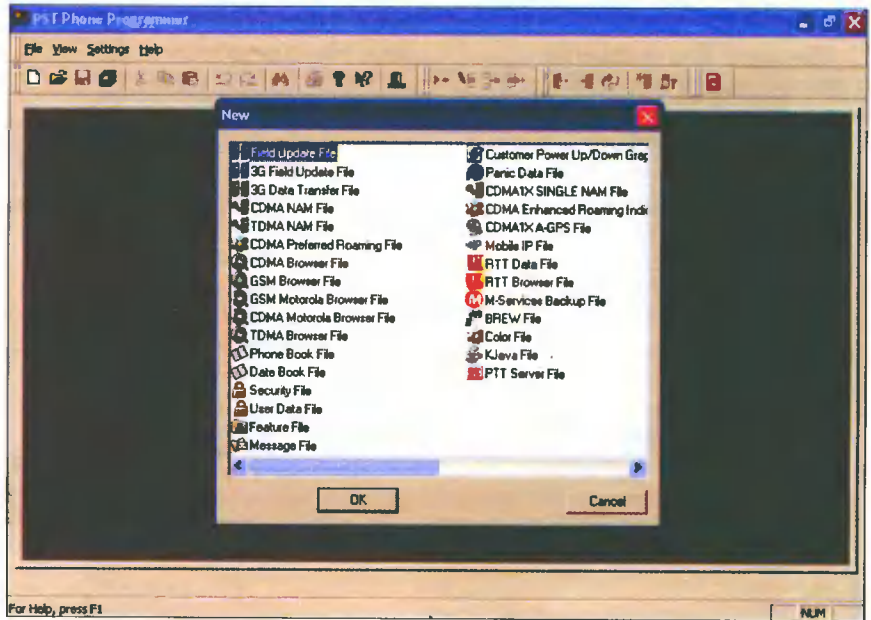

Рис. 4. Основное диалоговое окно программы PST
Программа PST Phone Programmer позволяет производить обновление программного обеспечения, языкового пакета и контента телефона, а также сохранение/восстановление пользовательской информации и настроек. Основное диалоговое окно данной программы приведено на рис. 4. Сохранение копии адресной книги телефона с помощью PST Phone Programmer производится следующим образом (включенный телефон должен быть подключен к компьютеру, а программа PST — запущена):
1. В меню «File» выбирают пункт «New». На экран будет выведен список доступных модулей (рис. 4).